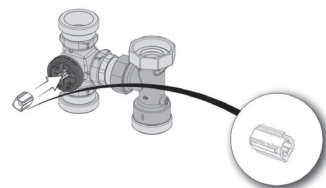

Abb. 18
4. Den, dem Stellmotor beiliegenden, Adapter (3) (Abb. 18) auf das Mischerkükens setzen.
5. Achten Sie darauf, dass der lange Steg des Adapters nach unten zeigt (Abb. 18).